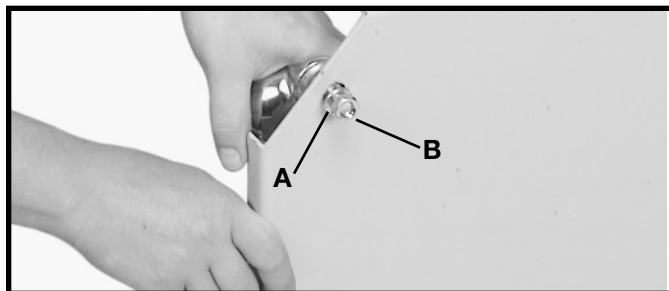

Fig. 4
3. Enfiler une rondelle de blocage de 3/8 po (9,5 mm) (A) fig. 4, sur chaque boulon.
4. Visser un écrou hexagonale de 3/8 po (9,5 mm) (B) fig. 4, sur chacun des quatre boulons et serrer solidement.